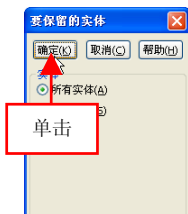

图 6-33 单击【确定】按钮
(5) 单击【确定】按钮, 弹出【要保留的实体】对话框, 单击【确定】按钮, 如图 6-33 所示。